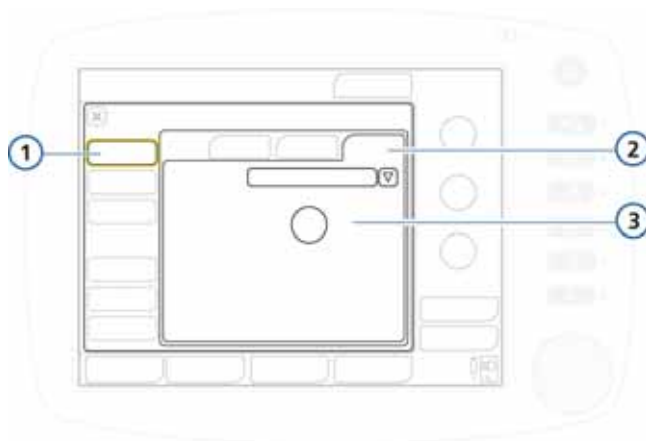

Figura I-5. Configurazione dell'intensità minima degli allarmi
1. Aprire la finestra Generale -> Più (Figura I-5).